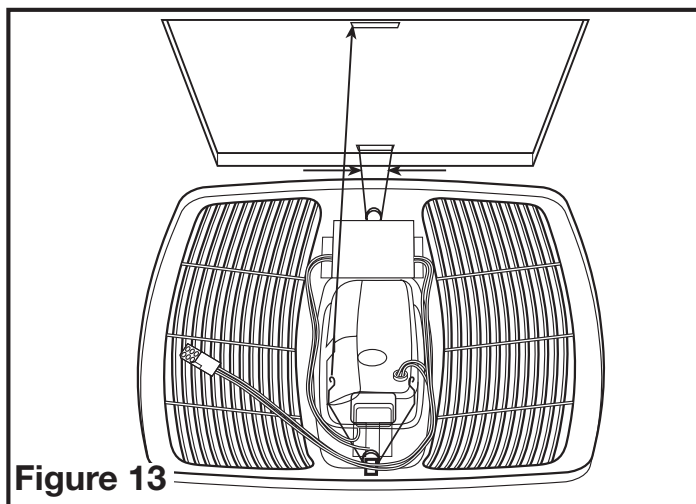

Figure 13
- Installez la grille en pressant les ressorts ensemble pour les installer dans la fente la plus éloignée du compartiment de câblage sur le boîtier du ventilateur. Attachez le câble à connexion rapide de 6 broches de la grille au connecteur de 6 broches sur le dessus du couvercle du compartiment de câblage. Le câble ne s'insère que d'une façon dans la prise. Installez l'autre ressort et poussez la grille vers le haut en place (Figure 13).